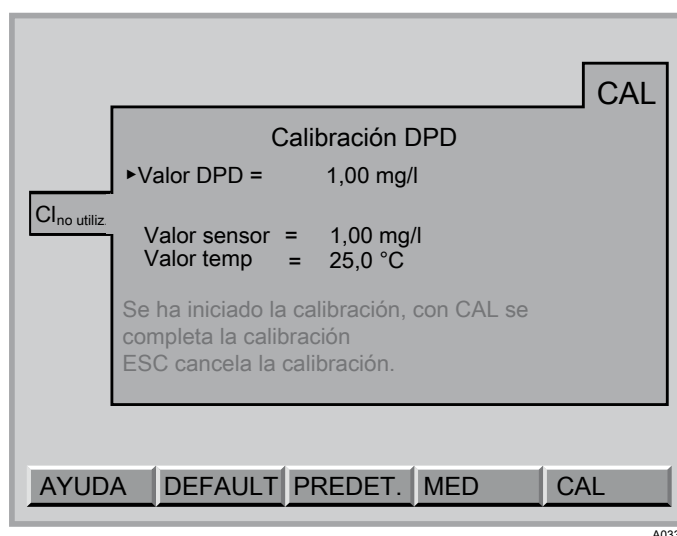

Fig. 17: [Seleccione] PREDETERMINADO
2. Pulse la tecla F2 (PREDETERMINADO), ver Fig. 17